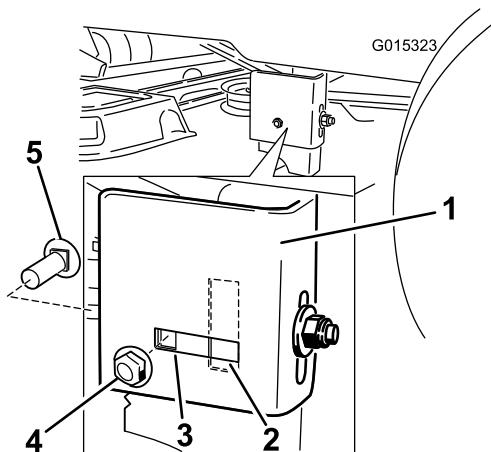

Figure 53
- Passez au côté gauche de la machine. Vérifiez si le boulon de carrosserie latéral est dans la position fixe ou dans l'ouverture allongée (Figure 53).
- S'il est dans la position fixe, déposez le boulon de carrosserie latéral et l'écrou de blocage latéral de la position fixe et installez-les dans l'ouverture allongée (Figure 53).